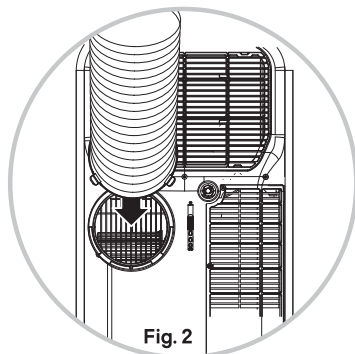

Fig. 2
4. Glisați conectorul de evacuare (#13) în orificiul de evacuare a aerului (#9) din partea posterioară a unității. (Fig. 2)